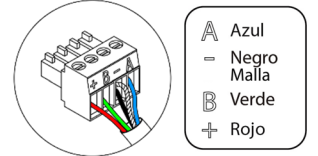

Fig. 29
Para la conexión con el termostato (4) dispone de una borna de 4 pines. Fije los cables con los tornillos de la borna respetando el código de colores (Fig. 29).